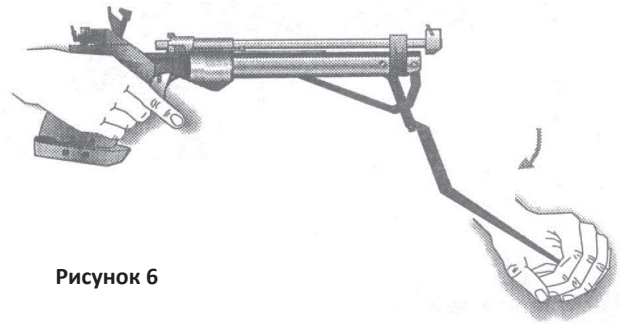

Рисунок 6
- вернуть рычаг нагнетания в исходное положение (рисунок 6);